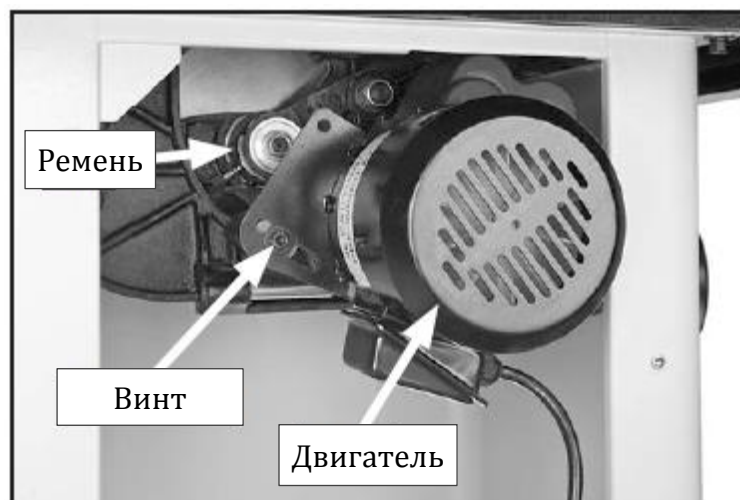

Рис. 85. Винт крепления двигателя
3. Ослабить винт на двигателе, рис. 85, и повернуть двигатель вверх и вниз для проверки его перемещения.
3. Ослабить винт крепления двигателя (рис. 85) и полностью поднять двигатель для снятия натяжения ремня. Затянуть винт для удержания двигателя и снять ремень со шкива шпинделя и двигателя.